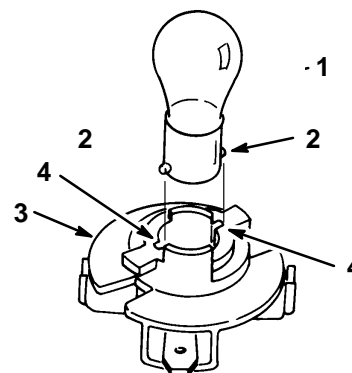

Figure 18
4. Appuyer sur l'ampoule, la faire tourner vers la gauche jusqu'à ce qu'elle ne puisse pas aller plus loin (environ 1/4 de tour) et la retirer de la douille du support (Fig. 18).
1. L'ampoule a un culot à baïonnette, présentant deux ergots métalliques sur les côtés. Présenter ces ergots face aux encoches correspondantes de la douille du support et insérer le culot dans la douille (Fig. 18). Appuyer sur l'ampoule et la faire tourner vers la droite jusqu'à ce qu'elle ne puisse pas aller plus loin.